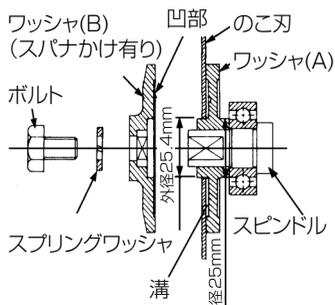

図 20
- (1) スピンドルやワッシャについている切りくずをよくぬぐい去ります。
- (2) 図 20 のように、ワッシャ (A) は溝のある側をのこ刃側にし、ワッシャ (B) は凹部側をのこ刃側にします。また、市販の穴径 25 mm ののこ刃は、ワッシャ (A) の溝のない側をのこ刃側にすることにより取付けることができます。